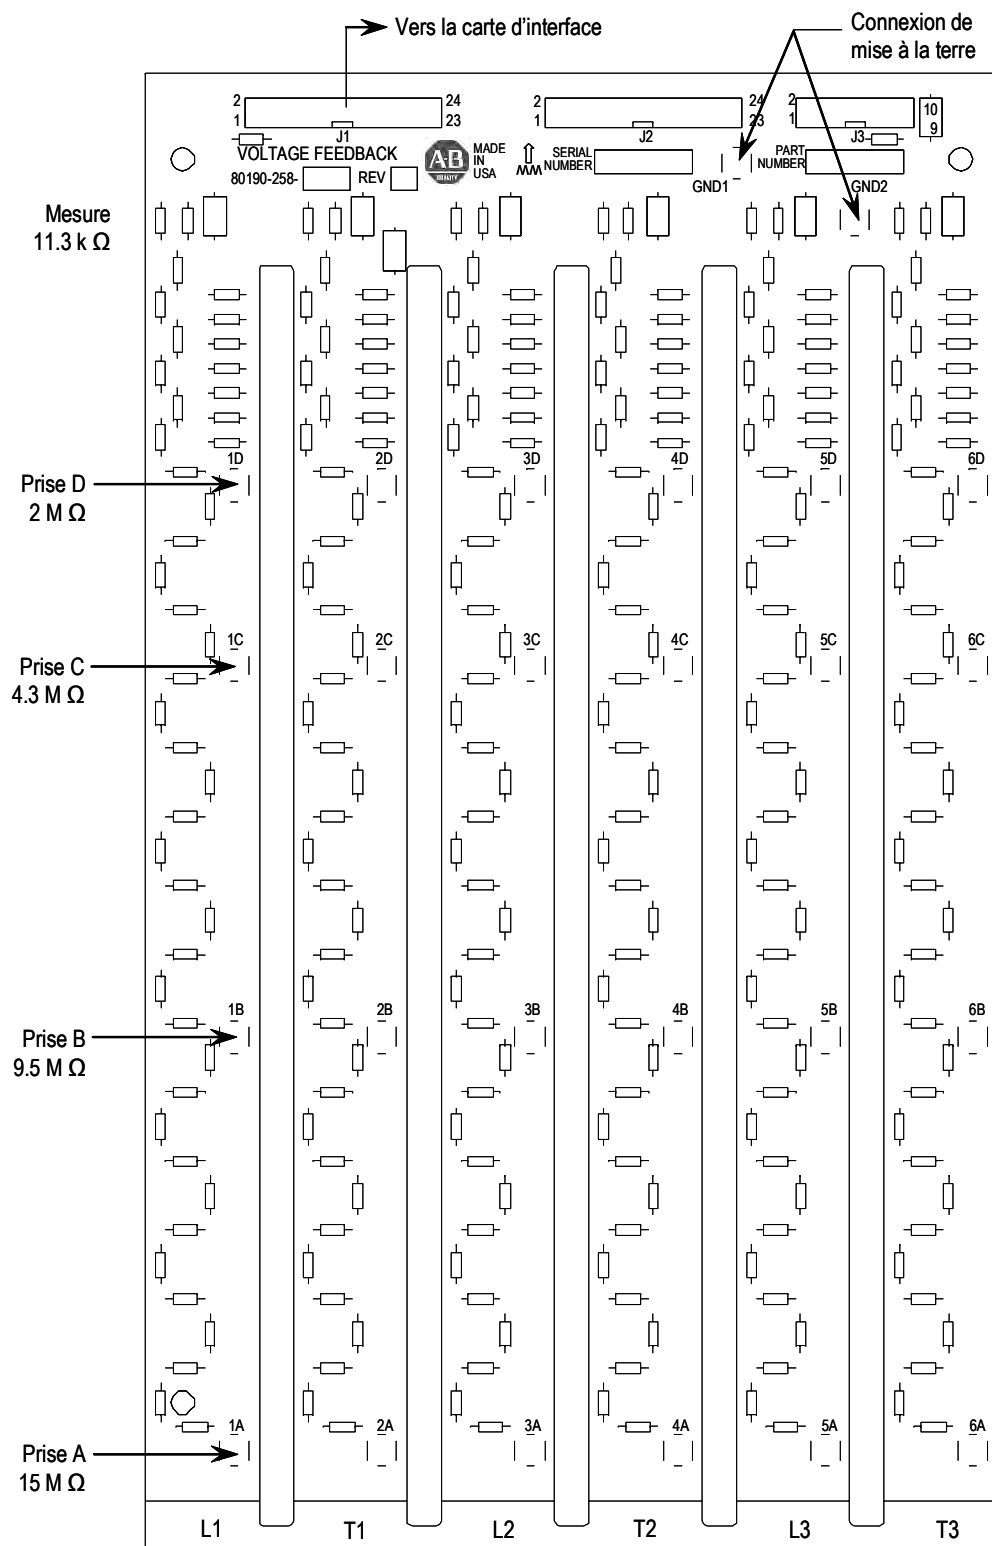

Figure 9.20 – Carte de détection de tension
3. Si le circuit amortisseur et les résistances à partage de tension sont dans les tolérances acceptables, vérifier la résistance du module de détection de tension (se reporter à la figure 9.20). Retirer le connecteur à rubans de la borne J1 en appuyant sur les languettes de verrouillage et en tirant lentement sur le connecteur. Prendre note des prises qui sont branchées aux fils blancs haute tension, puis les retirer (L1, T1, L2, T2, L3, T3). Mesurer la valeur de la résistance entre chaque prise et la de mise à la terre, puis comparer les résultats aux valeurs de la figure 9.20.